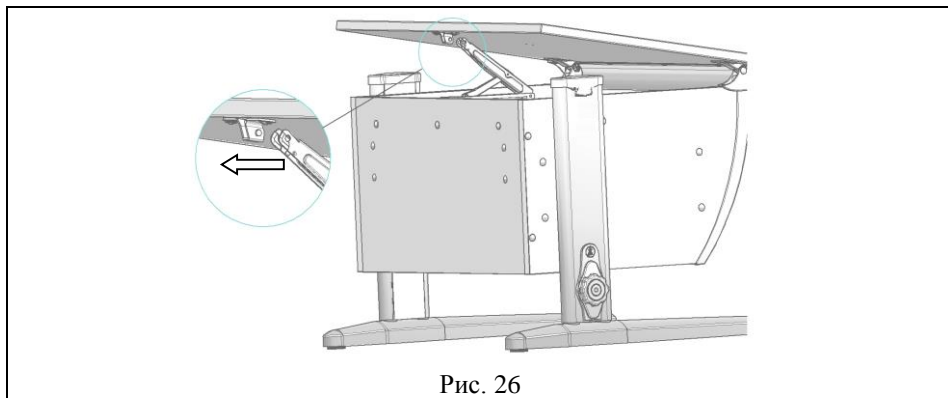

Рис. 26
5.6.2. Фиксатор столешницы Multiflex верхней частью ввести в кронштейн верхний, согласно рис. 26; 26а.
Рис. 26а